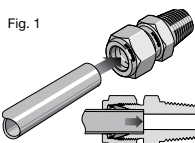

Fig. 1
1. Introduzca completamente el tubo hasta el fondo del racor; apriete la tuerca a mano. *Fig. 1.*